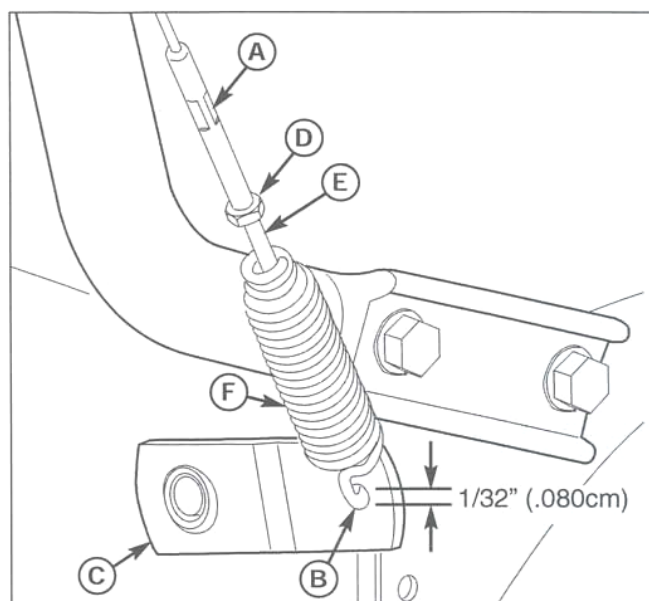

Рис. 20. Регулировка троса привода шнека
1. Отпустите рычаг привода, крюк (В, рис. 20) должен едва касаться рычага (С), но не поднимать его. Максимальный зазор должен составлять 0,8 мм.
2. Чтобы произвести регулировку, ослабьте гайку (D), удерживая наконечник троса (А) и поворачивая гайку (D). Поворачивайте наконечник тяги и удерживайте регулировочный винт. Регулировочный винт – это крестообразный винт, поворачивать или удерживать который нужно, вставив отвертку через пружину (F).
3. Удерживайте наконечник троса (А) и затяните гайку (D).